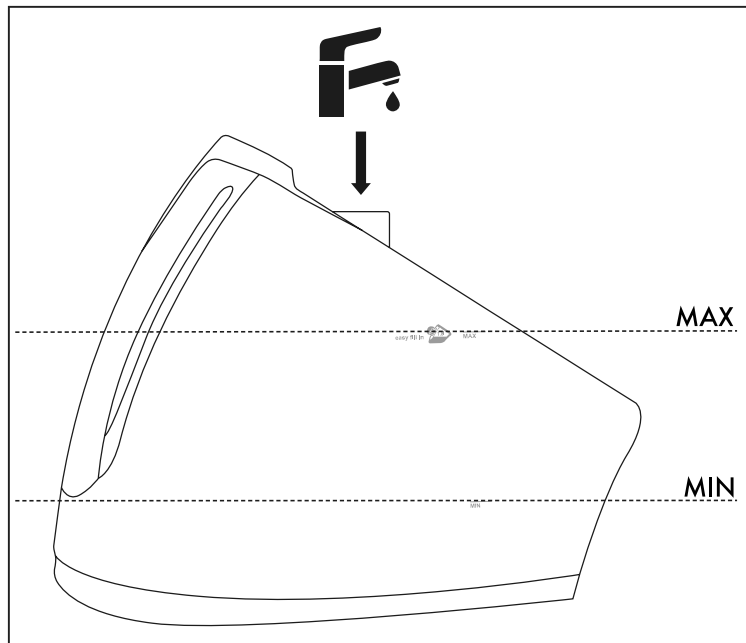

Abb. 4
- 3) Befüllen Sie den Wassertank ⑩ durch die Einfüllöffnung ⑨ mindestens bis zur Markierung **MIN** mit Wasser. Übersteigen Sie dabei jedoch nicht die Markierung **MAX** am Wassertank ⑩ (siehe Abb. 4).